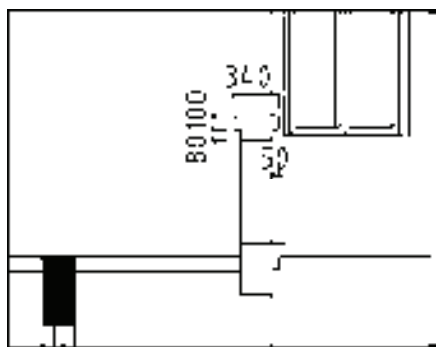

图 13-223 修剪矩形
4) 调用“矩形”命令，绘制尺寸为 340mm×180mm 的矩形；调用“分解”命令，分解矩形；调用“偏移”命令、“修剪”命令，偏移并修剪矩形，结果如图 13-223 所示。